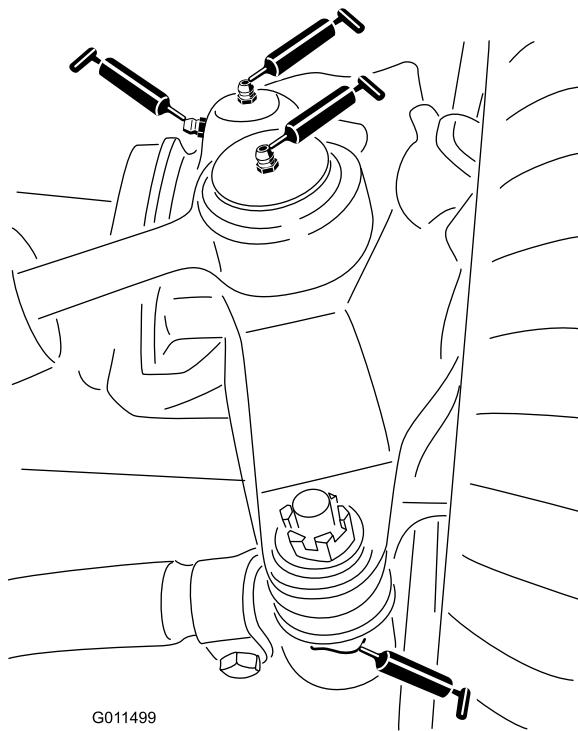

Figura 36
- 2 giunti a sfera del cilindro di sterzatura (Figura 36)
- 2 giunti a sfera del tirante (Figura 36)
- 2 boccole del perno del fuso a snodo (Figura 36).